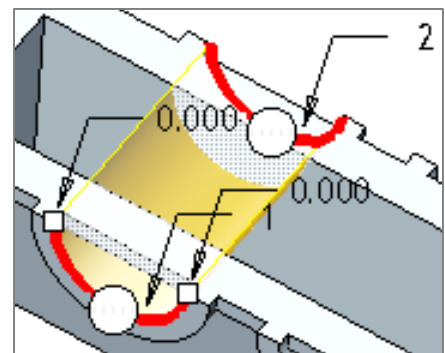

Abb. 3 Kantenauswahl
- ▶ Berandungsverbund ▶ die **Außenkanten** der Lagersitze des Antriebs-/Abtriebsstranges mit [STRG] wählen (siehe Abb. 3) ▶